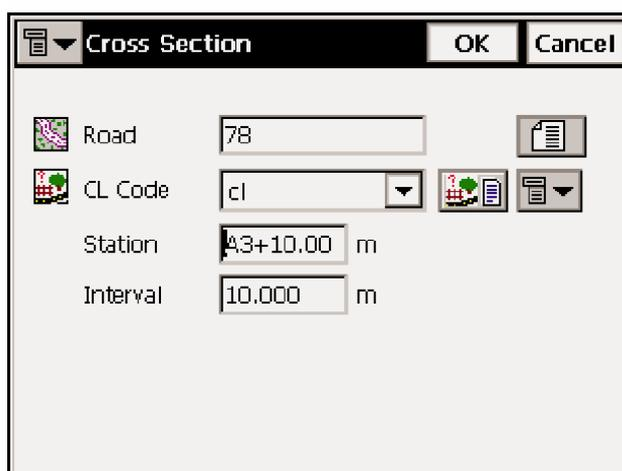

Рисунок 6-13. Поперечное сечение
2. В окне **Cross Section (Поперечный срез)** задайте параметры снимаемого объекта: название трассы, код и атрибуты осевой линии, станцию, на которой выполняется съемка поперечника, и приращение расстояния в направлении следующей станции. Если трасса не задана, также определите ее плоскость (рис. 6-13). Нажмите **ОК**.